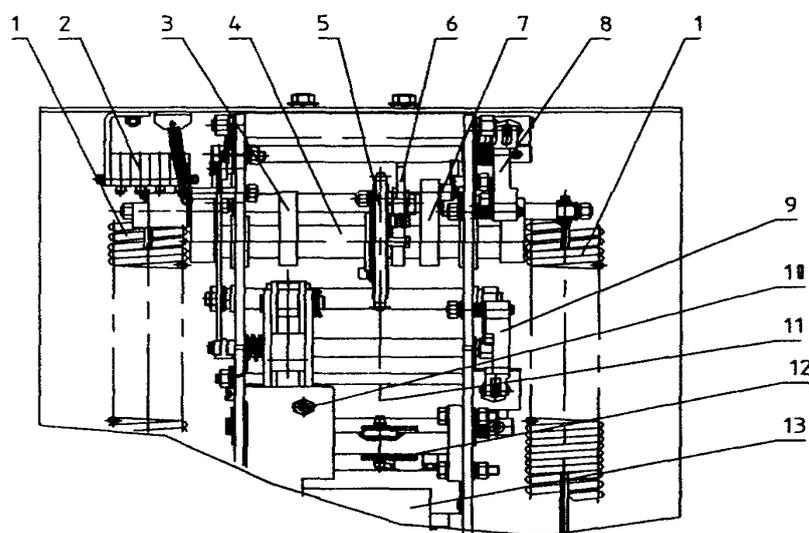

Рис. 1.
6.2.1. Работа исполнительного механизма (Рис. 1)